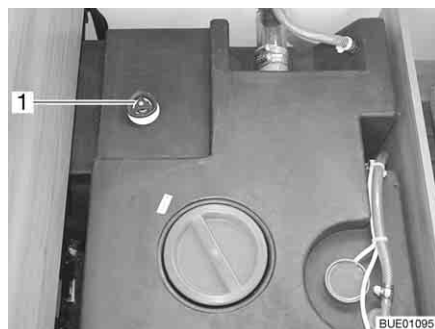

Fig. 245 Réservoir d'eau avec poignée tournante
- Faire tourner la poignée tournante (Fig. 245, 1) du réservoir d'eau à fond dans le sens contraire des aiguilles d'une montre au-delà de la résistance pour ouvrir entièrement l'ouverture d'écoulement.